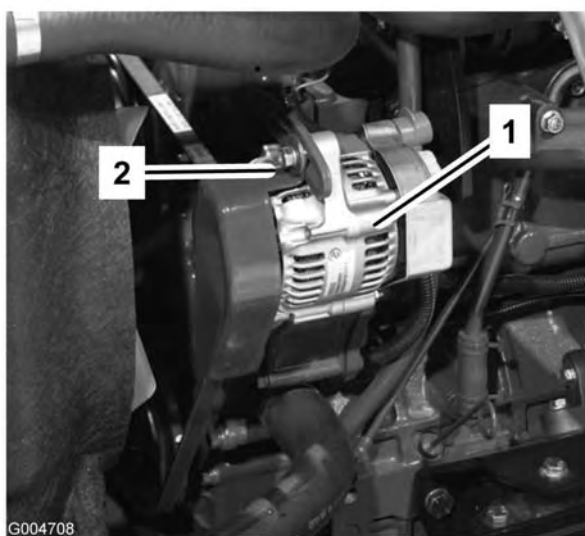

Figura 64
Compruebe la condición y la tensión de las correas (Figura 64) cada 100 horas de operación.
2. Si la desviación no es de 10 mm, afloje los pernos de montaje del alternador (Figura 64). Aumente o reduzca la tensión de la correa del alternador y apriete los pernos. Verifique de nuevo la desviación de la correa para asegurarse de que la tensión es la correcta.